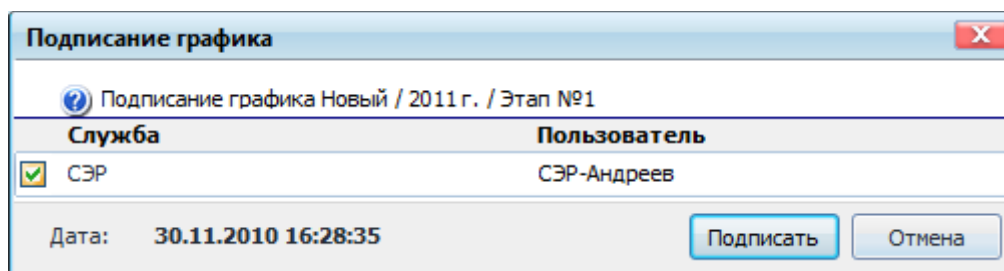

Рисунок 10.182 – Подписание за другого пользователя
- если на элементе маршрута явно указан пользователь, то на форме отображается пользователь (обладает правом «*Право рассмотрения графика ремонтов*»), который должен подписаться на данном элементе маршрута. Пользователю, обладающему правом «*Право подписи за другого*», необходимо поставить флаг напротив службы, к которой принадлежит данный пользователь (Рисунок 10.182);